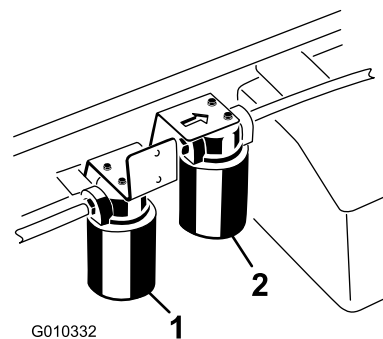

Figura 68
3. Collocate una bacinella di spurgo sotto il filtro, e togliete il filtro (Figura 68).
1. Pulite la superficie circostante il filtro ad alto flusso (Figura 68).